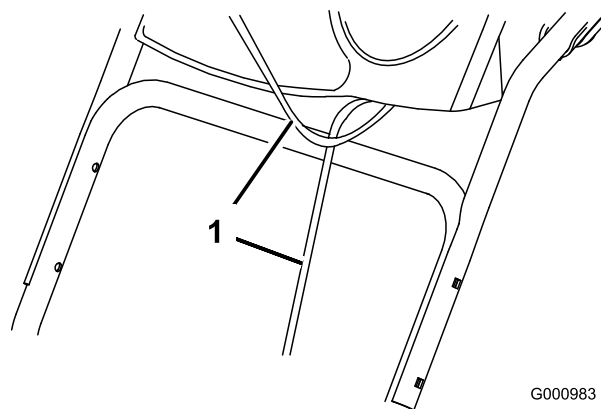

Figure 3
1. Soulevez et faites pivoter la partie supérieure du guidon pour la placer au-dessus de la partie inférieure (Figure 3).